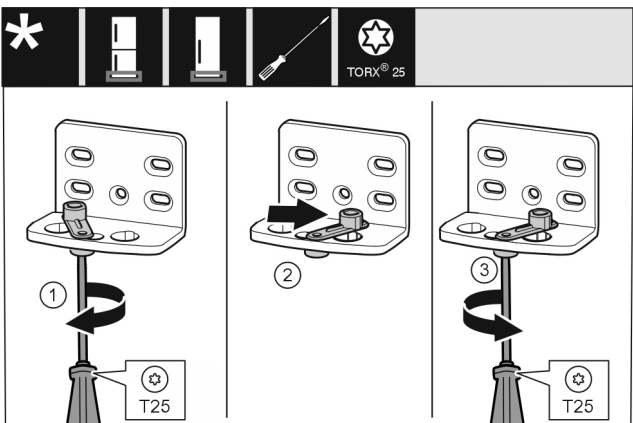

Fig. 14
- ▶ Skru løs skruen med skrutrekker T25. *Fig. 14 (1)*
- ▶ Løft dørlåshjelpen, og dreid den 90° mot høyre inn i boringen. *Fig. 14 (2)*
- ▶ Stram skruen med skrutrekker T25. *Fig. 14 (3)*